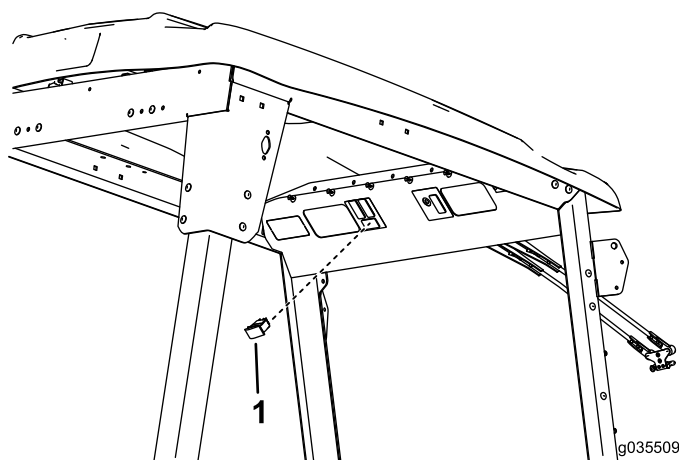

Figura 12
2. Individuate la presa nel cablaggio preassemblato preesistente e collegate l'interruttore alla presa (Figura 12).